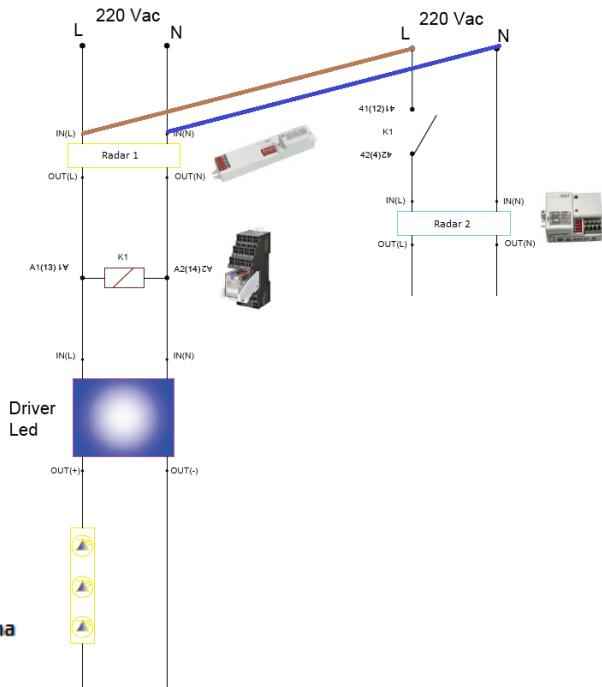

Fig. 6
- VI. A continuación se procederá a cablear el Radar 2 alimentando la entrada IN (L) desde la patilla 42(4) del relé OMRON y la entrada IN(N) desde el neutro(N) de la línea obtenida de la alimentación de las luminarias del ascensor (Fig. 6).